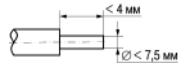

Рисунок 6.4 – Подготовка кабеля
- выполнить зачистку кабелей и залудить их концы (см. *рисунок 6.4*).